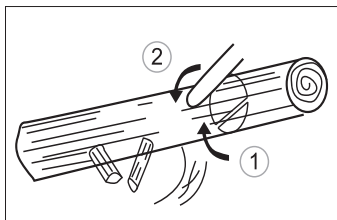

Рис. 21
2. Когда ствол находится на одном конце своей опоры, сначала пропилите его примерно на 1/3 диаметра, чтобы предотвратить расщепление. Затем завершите пропил в верхней части так, чтобы он совпадал с первым надпилем, избегая заклинивания (рис. 21).